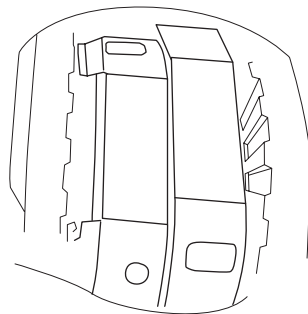

Рис. 7
12. Сместите шайбу в сторону полуосевой муфты [1] и сдвиньте полуось до тех пор, пока проточка под стопор полуоси не покажется в проточке на распорной муфте (**Рис. 7**):